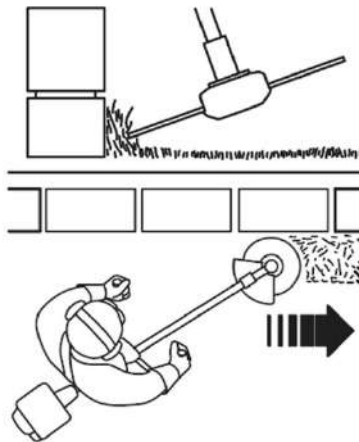

Рисунок 14. Схема скошування трави вздовж перешкод.
3. Під час скошування електрокосу рухати повільно (рис. 14), якомога ближче до перешкоди так, щоб жилка не торкалася перешкоди.